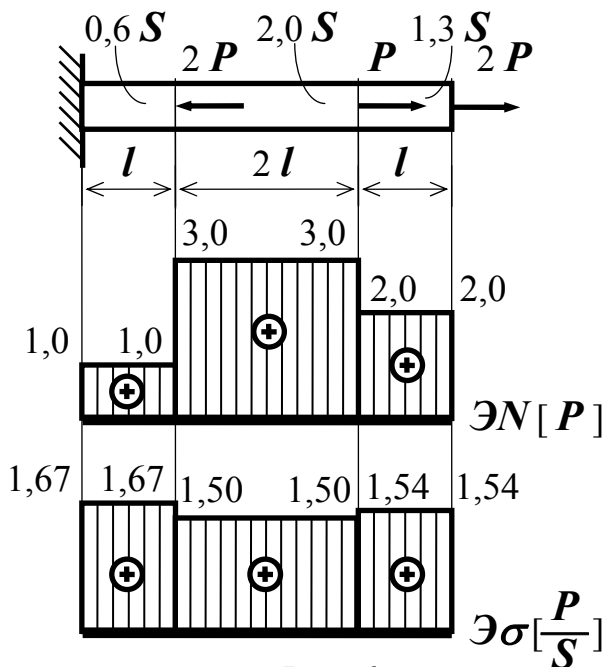

Рис. 6
1. Расчетная схема стержня показана на рис. 6. Для удобства расчетов введем параметр
2. Анализ нагруженности стержня. Построим $\mathcal{E}N$ (см. рис. 6).
3. Анализ напряженного состояния. Построим $\mathcal{E}\sigma$ (см. рис. 6).